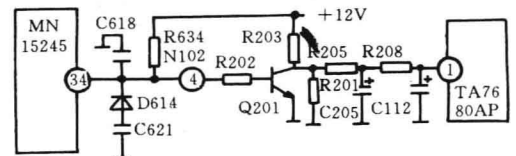

图 74 康佳 KK—T920 型机伴音控制电路
分析与检修:从现象来看,可能是遥控系统电路的故障。遥控系统电路的故障原因有:CPU(MN15245)损坏;CPU正常工作所需的基本条件(V_{DD}端必须有+5V;晶振必须起振;复位端必须有复位电平)不具备;微机外部存储器 MN1220 损坏;伴音控制电路:MN15245③脚→C 618、R 634→接插件 N 102 ④脚→R 202、Q 201、R 203、R 205、C 205、R 208、C 112→IC 101(TA7680AP)①脚(音频控制端)发生故障(见图 74)。